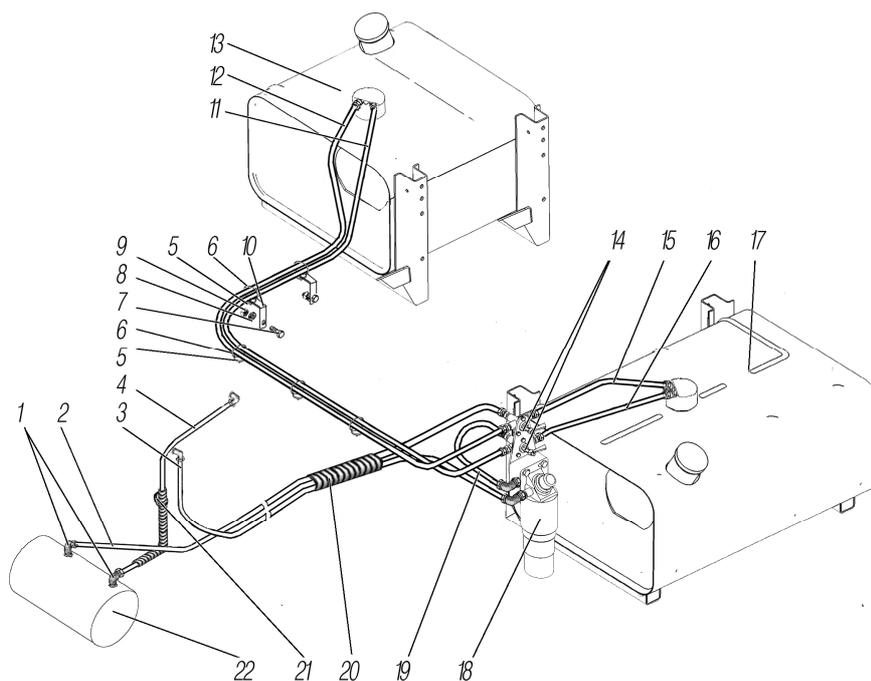

Рисунок 1.6
*² См. рисунок 1.6
See figure 1.6
*¹ См. рисунок 1.6, входит в комплект двигателя
See figure 1.6, It is included into engine delivery set
*¹ См. рисунок 1.6, допускается замена на 3151-1104160
See figure 1.6, can be changed for 3151-1104160